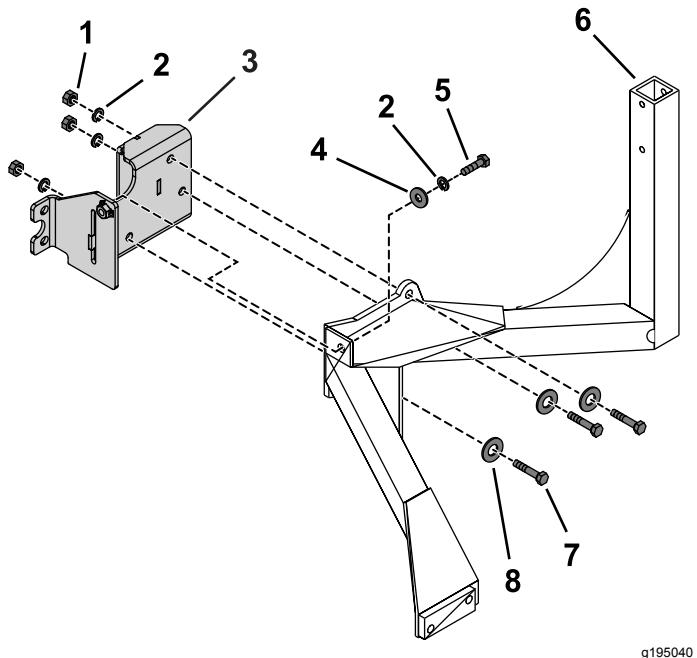

Рисунок 7
1. Прикрепите монтажную пластину к монтажному кронштейну с помощью трех болтов (1/2 x 1 $\frac{1}{4}$ дюйма), плоских шайб, стопорных шайб и гаек (Рисунок 7).
2. Прикрепите монтажный кронштейн к монтажной пластине с помощью болтов ($\frac{1}{2}$ x 1 дюйм), гаек и стопорных шайб (Рисунок 7).